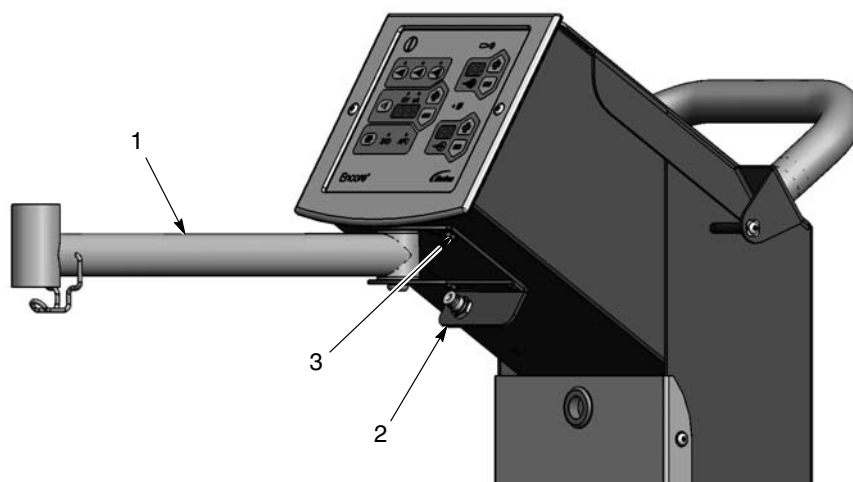

Figura 3-5 Montarea brațului de admisie
2. A se vedea Figura 3-5. Montați brațul de admisie așa cum este prezentat, folosind patru șuruburi M5 x 10 cu șaibe integrate (3).